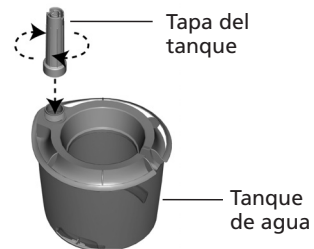

Figura 5
8. Coloque de nuevo la tapa del tanque girándola hacia la derecha. Ajuste firmemente la tapa del tanque y asegúrese de que está sellada correctamente. Vea la figura 5.